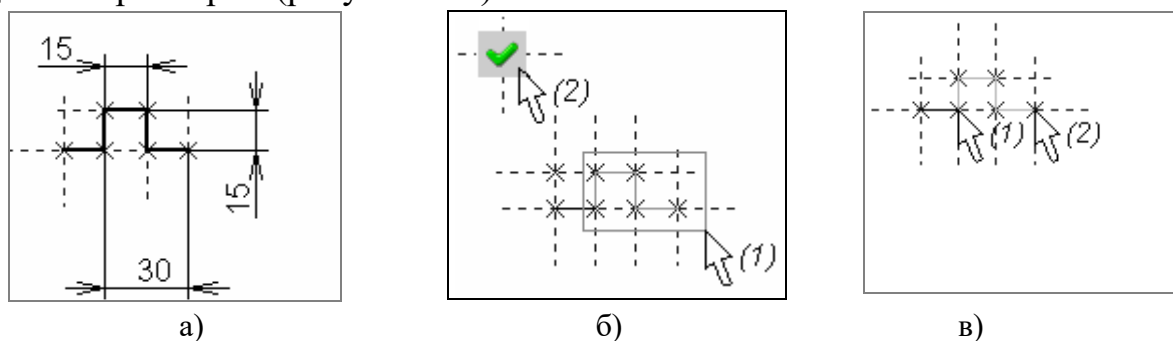

Рисунок 30 – Порядок построения линейного массива
2.1.1 Подготовительный этап: постройте изображение элемента профиля по заданным размерам (рисунок 30а).
2.1.3 Создайте копию с параметрами по умолчанию. Порядок выполнения: выбрать узел (1), задающий начальную точку массива, затем узел (2), задающий конечную точку массива (рисунок 30в). Расстояние между точками (1) и (2) равно шагу между копиями массива. По умолчанию для линейного массива установлено общее число копий 3, а тип связи между элементами массива - ассоциативная копия.